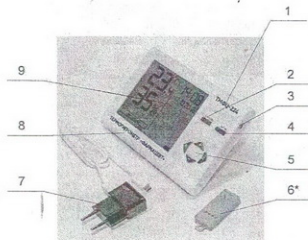

Рис.4. Внешний вид термогигрометров ТМФЦ-221, ТМФЦ-222, ТМФЦ-223, ТМФЦ-224 (на примере ТМФЦ-224*), вид спереди
2.3.4 Внешний вид термогигрометров ТМФЦ-221, ТМФЦ-222, ТМФЦ-223, ТМФЦ-224 спереди приведен на рис. 4.